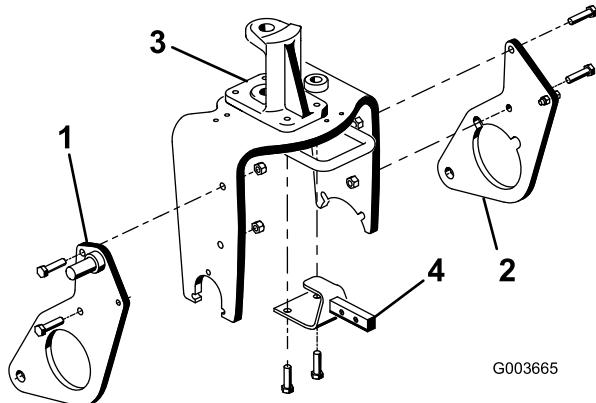

Рисунок 6
2 болтами (1/2 x 2 дюйма) и контргайками, как показано на Рисунок 6. Не затягивайте крепеж.
2. Повторите процедуру для левой торцевой пластины (Рисунок 6).
4. Снимите и удалите в отходы 2 болта крепления передней части шарнира поворотного кулака на вилке поворотного колеса (Рисунок 6).
5. Используя крепежные отверстия в вилке поворотного колеса и в шарнире поворотного кулака, установите кронштейн рамы сцепного устройства на нижней стороне вилки поворотного колеса 2 болтами (1/2 x 1-3/4 дюйма) (Рисунок 6). Для образования зазора может потребоваться частично спустить шину.